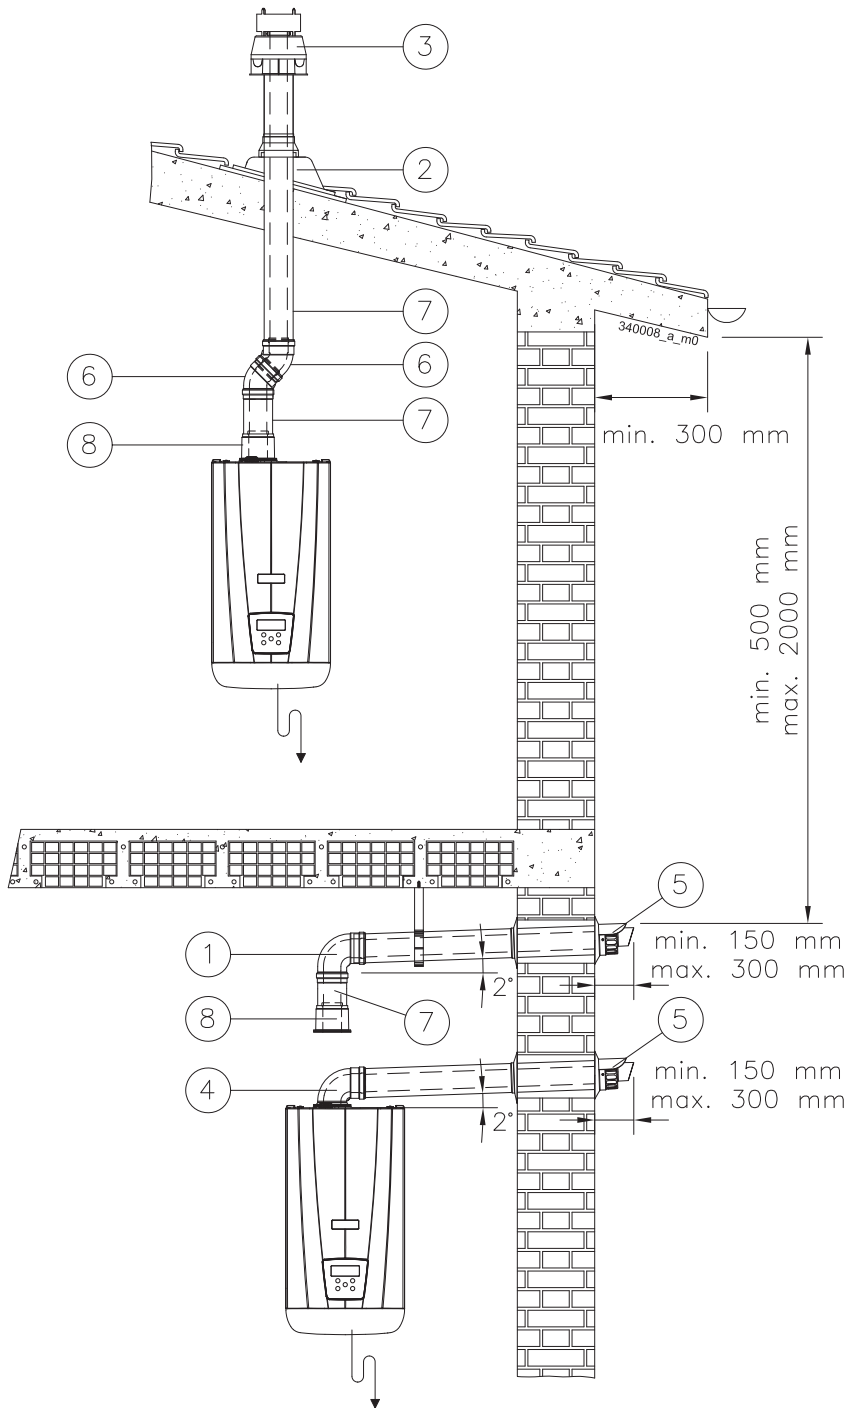

Figura 5-27 - Esempi di installazione condotto coassiale
**ATTENZIONE!!! Una volta eseguite queste operazioni verificare che il terminale di scarico/aspirazione sia esposto all'esterno con le tolleranze date in Figura 5-27.**
**ATTENZIONE!!!** Una volta eseguite queste operazioni verificare che il terminale di scarico/aspirazione sia esposto all'esterno con le tolleranze date in Figura 5-27.
Quando si esegue uno scarico coassiale (Figura 5-27), sia verticale sia orizzontale, è indispensabile pendere il condotto di scarico verso l'alto in modo da fare defluire la condensa all'interno dell'apparecchio.